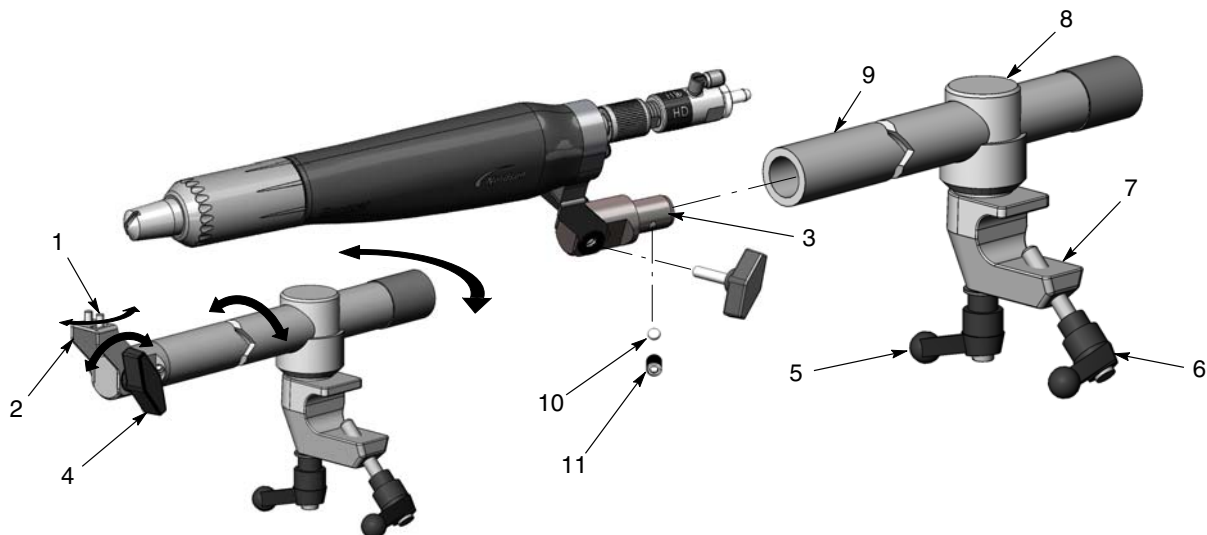

Bild 3-2 Stångmonterad pistol
Se bild 3-2. Stick in adaptern för stångmonterad pistol (3) i änden på justerstången (9) och fixera den med stoppskruven (11) med en 4 mm insexnyckel.
- För att vrida pistolspetsen från sida till sida, lossa den rundkulliga skruven (1).
- För att vinkla pistolspetsen uppåt eller nedåt, lossa vinklinsvredet (4).
- För att vrida justerstången i den låsbara ledens (8) axel eller i leden, lossa vridningsspaken (5).